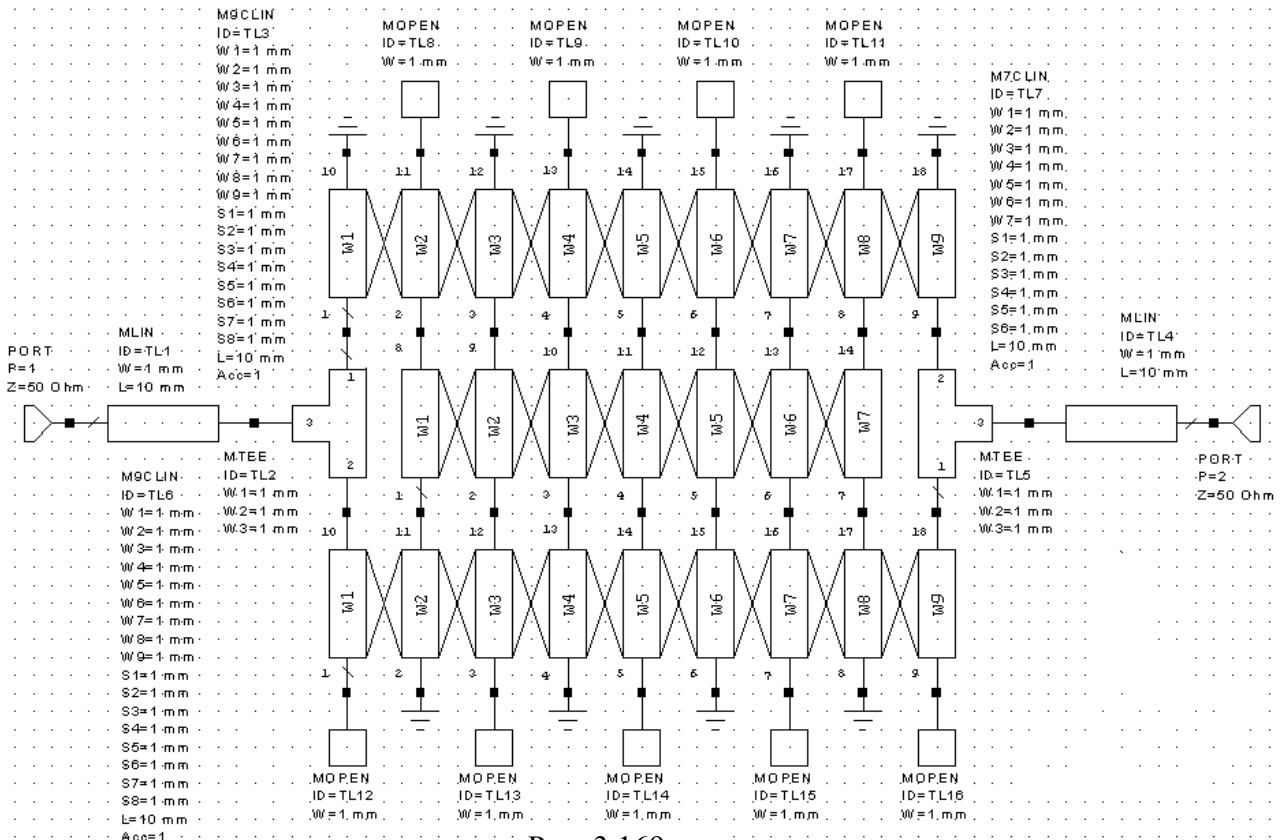

Рис. 3.169
12. Щёлкая по значку **Port**, установите порты на входе и выходе схемы. Окончательная схема показана на рис. 3.169.